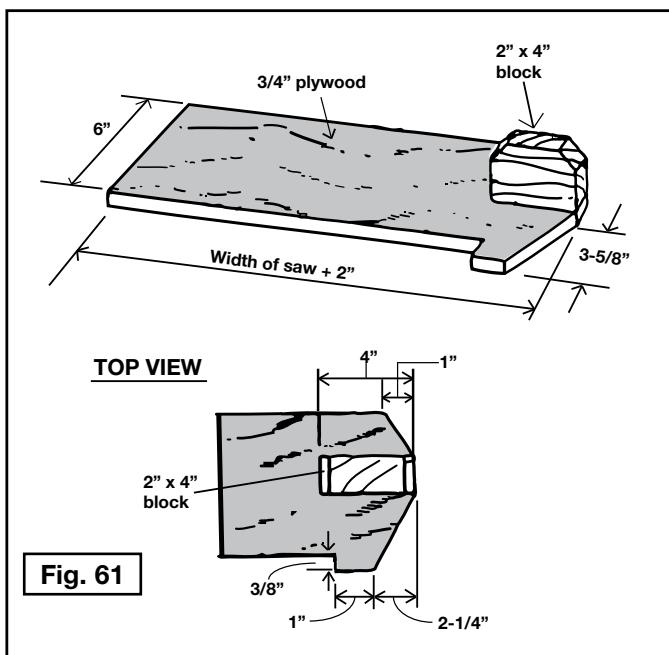
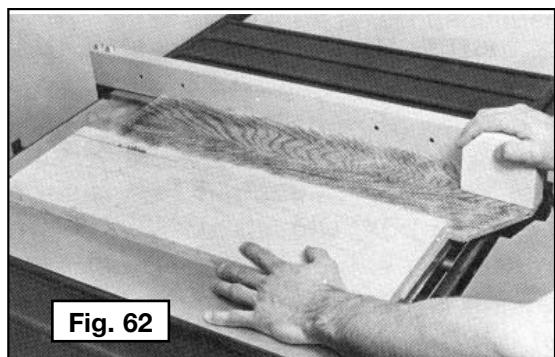

Fig. 61
Fig. 62
4. El corte longitudinal de piezas angostas puede resultar peligroso si no se hace con cuidado. De ser posible, corte la pieza más angosta de la más grande. Si la pieza de trabajo es muy corta, utilice una tabla para empujar. (Se puede construir una tabla para empujar como se ve en la Fig. 61 y debe utilizarse como se muestra en la Fig. 62).
NOTA: En la Fig. 62, se han retirado el protector y el hendedor para mayor claridad. Use el protector y el hendedor al realizar cortes longitudinales.